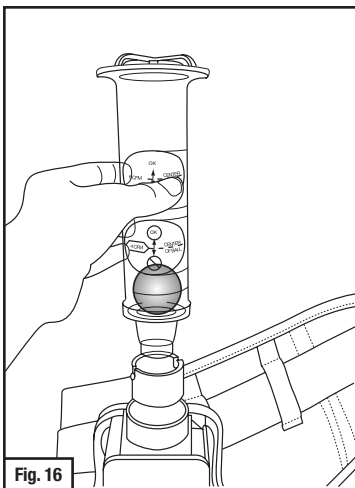
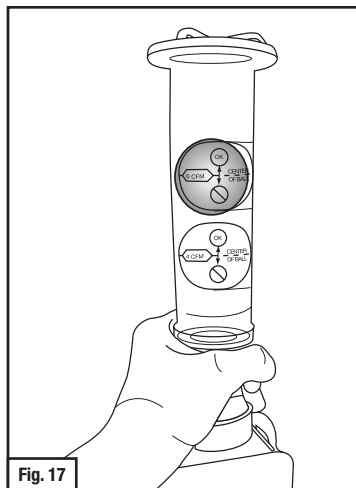

Fig. 16
Fig. 17
- c. V-199: Insira na extremidade do adaptador (Fig. 16) e segure verticalmente usando o polegar e o indicador para cobrir as duas entradas para travamento da traqueia no adaptador (Fig. 17).
- Para coberturas faciais sem vedação (vedação frouxa): A bola deve estar localizada dentro ou acima do volume superior (6 cfm) para coberturas faciais sem vedação (Fig. 17).